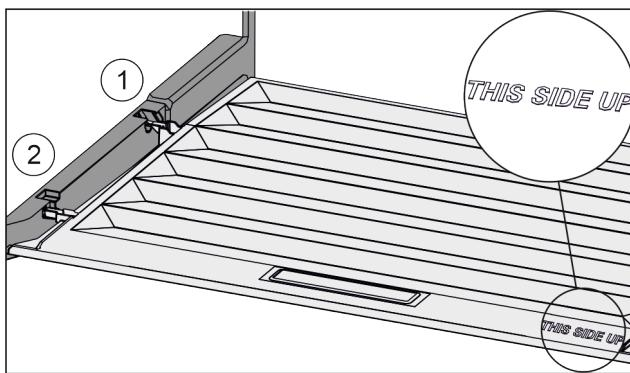

Fig. 51
- Пъхнете шийките на капака през отвора в задния държач Fig. 51 (1) и фиксирайте отпред в държача Fig. 51 (2).